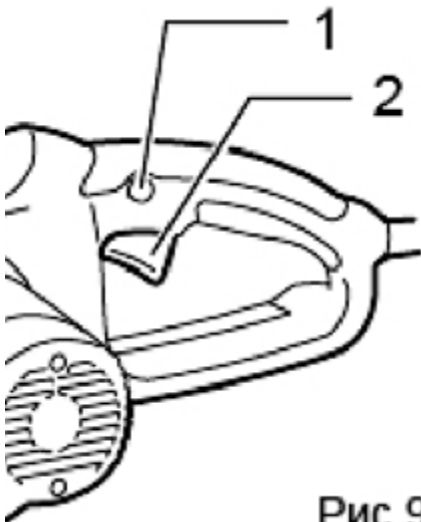

Рис.9
- Затем одновременно нажмите стопорную кнопку (1, Рис. 9) и клавишный выключатель (2, Рис. 9) на ручке цепной пилы, после чего цепь придет в движение и можно приступать к работе.